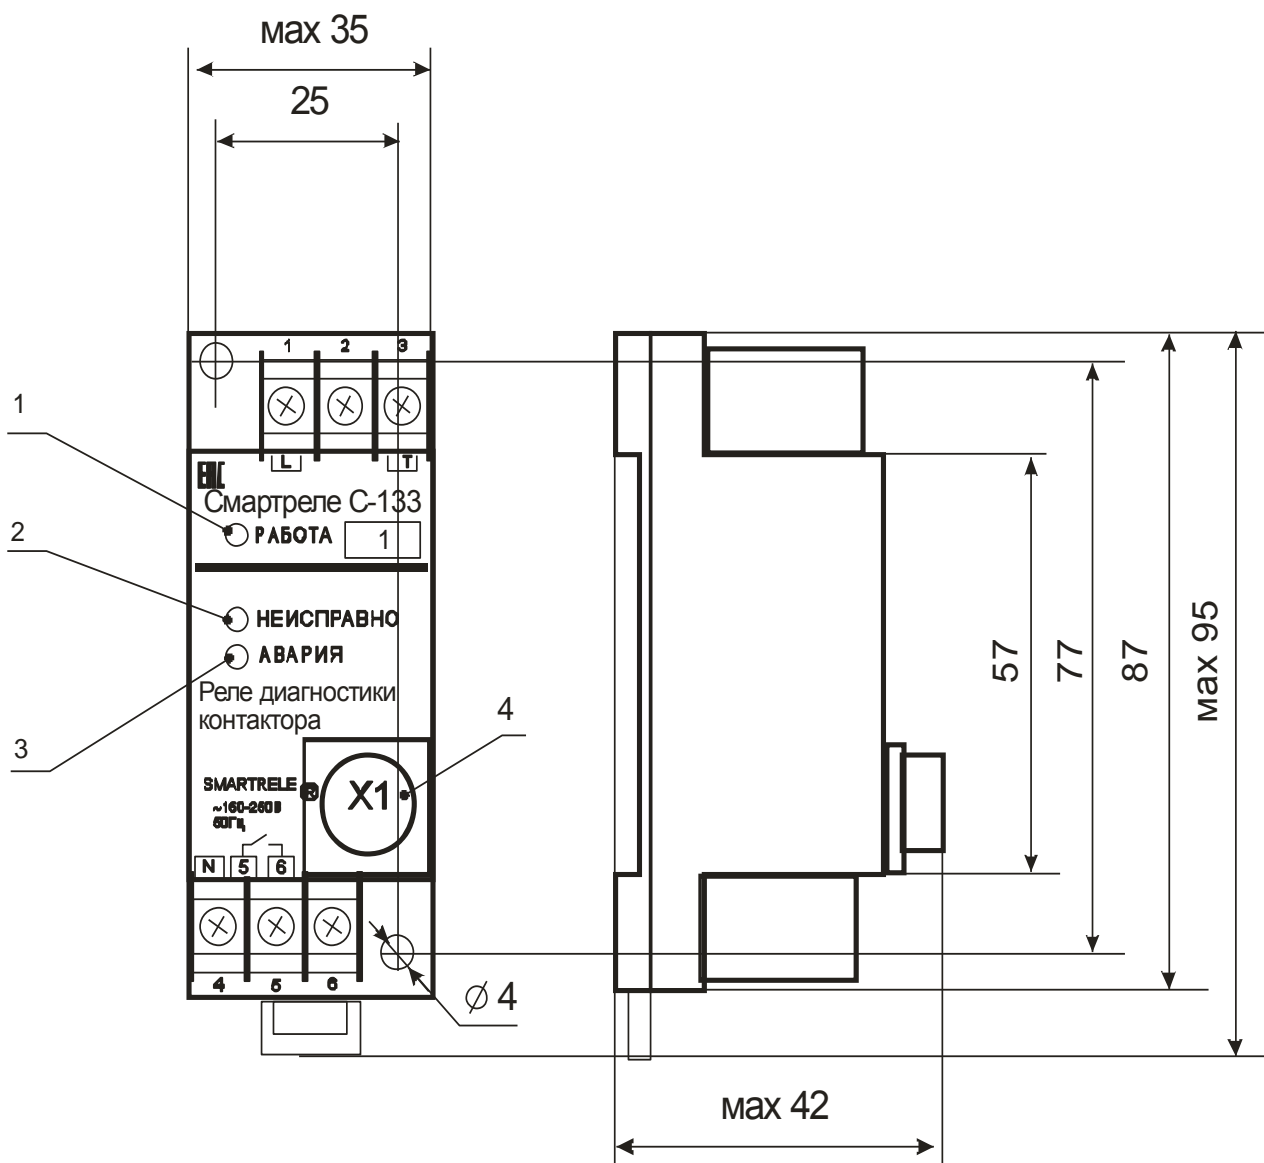

Рисунок 1 – внешний вид, габаритные и установочные размеры СМАРТРЕЛЕ С-133
5.1 Внешний вид, габаритные и установочные размеры реле показаны на рис.1. Схема включения реле в систему управления контактором приведена на рис 2.